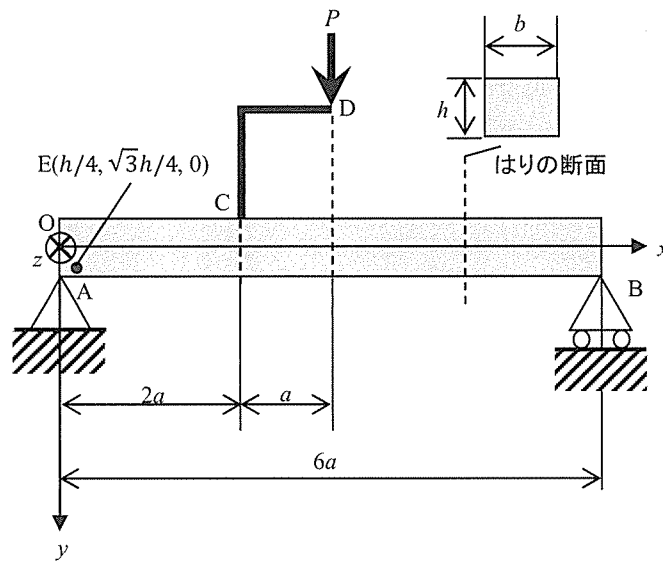
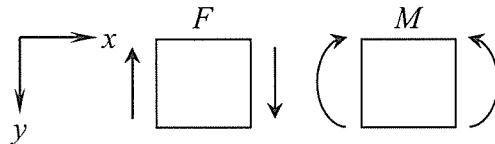

図1-1
図1-2
**問1** 図1-1に示すように、左から $2a$ の位置CにL字型の腕が取り付けられた長さ $6a$ の単純支持はりがある。今、L字型の腕の端部Dに集中荷重 $P$ が鉛直下向きに作用している。はりの断面は幅 $b$ 、高さ $h$ の長方形である。はりの左端横断面の図心を原点 $O$ として、はりの軸方向に $x$ 軸を、はりの曲がる方向(下向き)に $y$ 軸、紙面奥向きに $z$ 軸を定義する。はりの内部に点 $E(x, y, z) = (h/4, \sqrt{3}h/4, 0)$ を考える。ただし、 $a > b > h$ である。横断面に作用するせん断力 $F$ および曲げモーメント $M$ の正方向を図1-2のように定める。変形ははりの長さに比べて十分に小さく、また、はり内の任意の点で $z$ 方向に関する応力はゼロである平面応力状態として、以下の問いに全て答えよ。